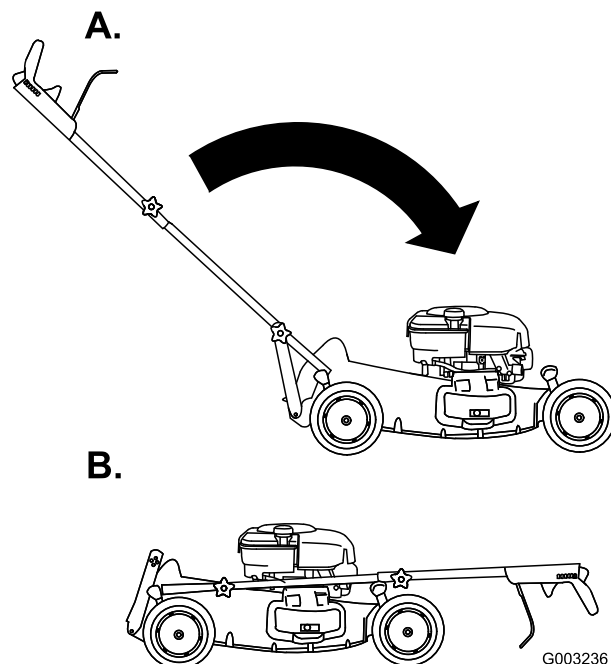

Figure 55
3. Pliez la partie supérieure du guidon en avant (Figure 55).